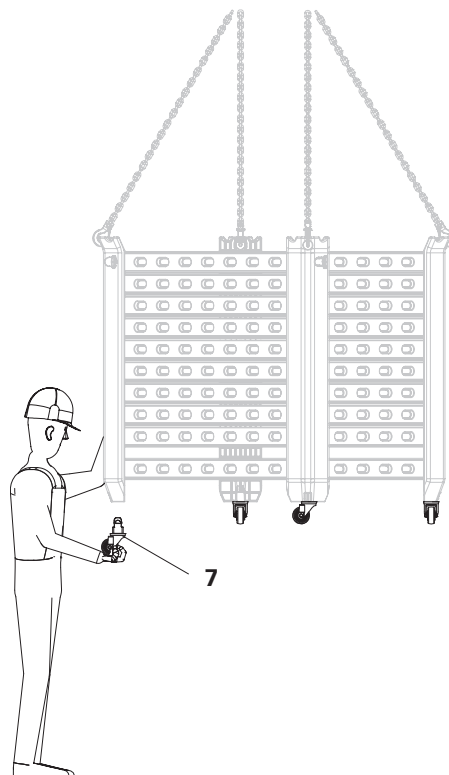

Fig. A1.09
Des roues DUO (7) peuvent être fixées dans la face inférieure des angles de levage pour le déplacement sur le chantier. (Fig. A1.09 + A1.10).